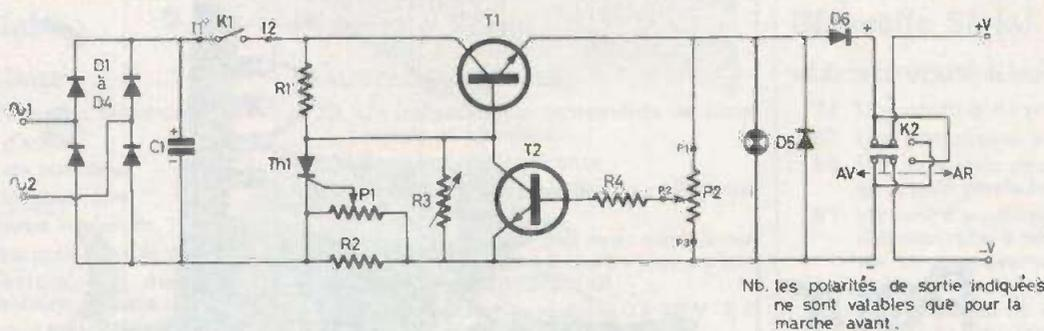

Fig. 1. - Schéma de principe général du variateur de vitesse utilisant des éléments courants et notamment un thyristor.
La figure 1 donne le schéma de ce montage. Le courant alternatif du transfo est redressé par un classique pont de diodes D_1 à D_4 . Le condensateur C_1 permet un filtrage indispensable. La base du transistor ballast est alimentée par R_1 . T_2
Il est donné à la figure 1 (A). Nous avons indiqué le 555 avec le boîtier rectangulaire à huit broches, vu de dessus. Le montage est également réalisable avec un 555 monté dans un boîtier cylindrique à huit fils, dont la figure 1 (B) montre la disposition. Celle-ci est la même que dans le boîtier rectangulaire.
Reportons-nous à la figure 1 (A). Ce schéma théorique a été établi par nous avec le 555 représenté dans son aspect réel et sans aucun croisement, ce qui permettra de passer aisément à un plan de platine imprimée si l'on désire essayer ce dispositif. Le 555 est monté en multivibrateur astable, donc oscillant librement sans qu'aucun signal de synchronisation soit nécessaire pour le faire fonctionner. Comme indiqué précédemment la période du signal engendré par ce montage est donnée par la relation :